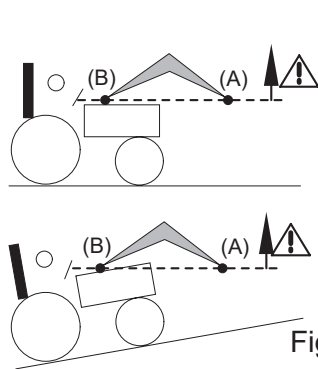

Fig. 2
- Lors de l'opération de levage et pendant le déplacement, ne pas quitter la charge des yeux à partir du moment où le point de pivot de l'outil (A) dépasse l'horizontale du point de pivot du chargeur (B) (voir fig. 2). Au besoin, corriger la position de l'outil pour que la charge ne soit jamais dirigée vers le conducteur (voir fig. 3).
**! DANGER :** Si la charge n'est pas correctement sécurisée, l'opérateur est soumis à un danger de chute de la charge lorsque le point de pivot de l'outil (A) dépasse l'horizontale du point de pivot du chargeur (B) (voir fig. 2).
**DANGER :** Il est interdit de caver le chargeur lorsque le point de pivot de l'outil (A) dépasse l'horizontale du point de pivot du chargeur (B) (voir fig. 2).